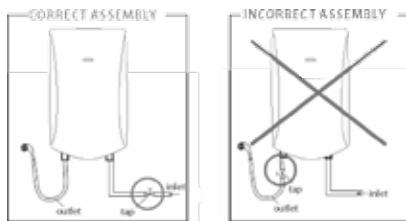

Рис. 14
4. Кран перекрывающий подачу холодной воды необходимо усанавливать перед её входом в водонагреватель. Запрещается установка перекрывающего крана на выходе горячей воды из водонагревателя. (Рис.14)